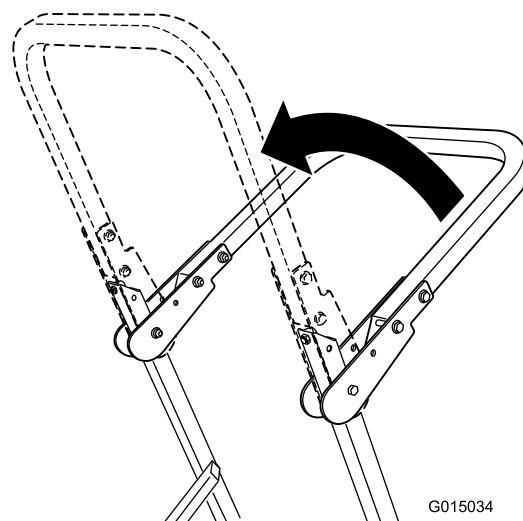

Figura 9
2. Alzate completamente il roll bar (Figura 9).